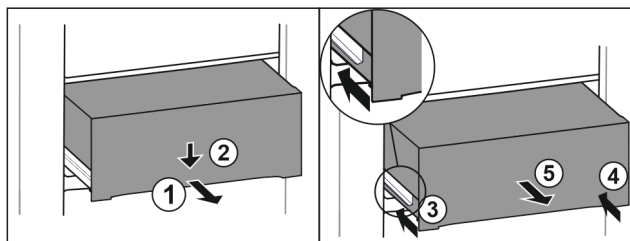

Fig. 173
- Extrageți pe jumătate sertarul. Fig. 173 (1)
- Apăsați în jos sertarul pe partea frontală. Fig. 173 (2)
- Inșerați șina stângă aproximativ 2 cm. Fig. 173 (3)
- Inșerați șina dreaptă aproximativ 2 cm. Fig. 173 (4)
- Extrageți sertarul spre înainte. Fig. 173 (5)